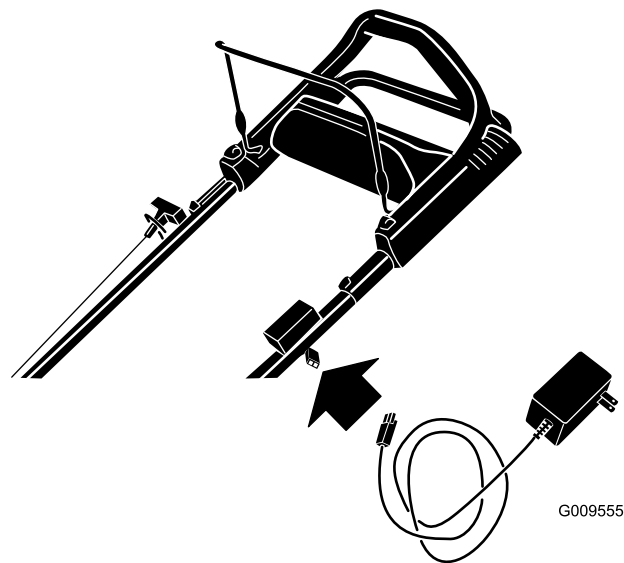

Рисунок 26
1. Подсоедините зарядное устройство к жгуту проводки газонокосилки, расположенному под ключом зажигания (Рисунок 26).